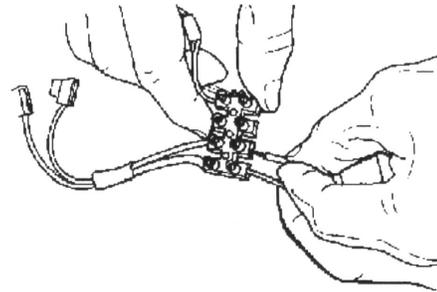

Figure 8
8. En assortissant la couleur des fils, introduire un fil dénudé à la fois dans le connecteur, puis bien serrer la vis à l'aide d'un petit tournevis à lame plate. Répéter cette opération pour les autres fils. Voir les Figures 8 et 9 pour plus de détails.